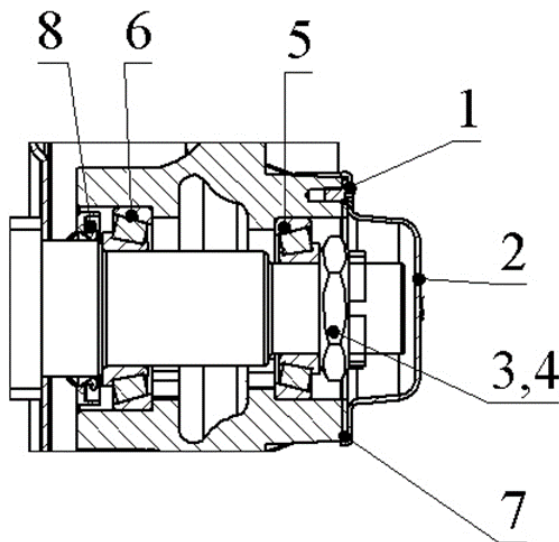

Рисунок 7.1 – Схема регулировки подшипников колес
- отвернуть болты 1 (рисунок 7.1), снять крышку 2 и прокладку 6 ступицы;